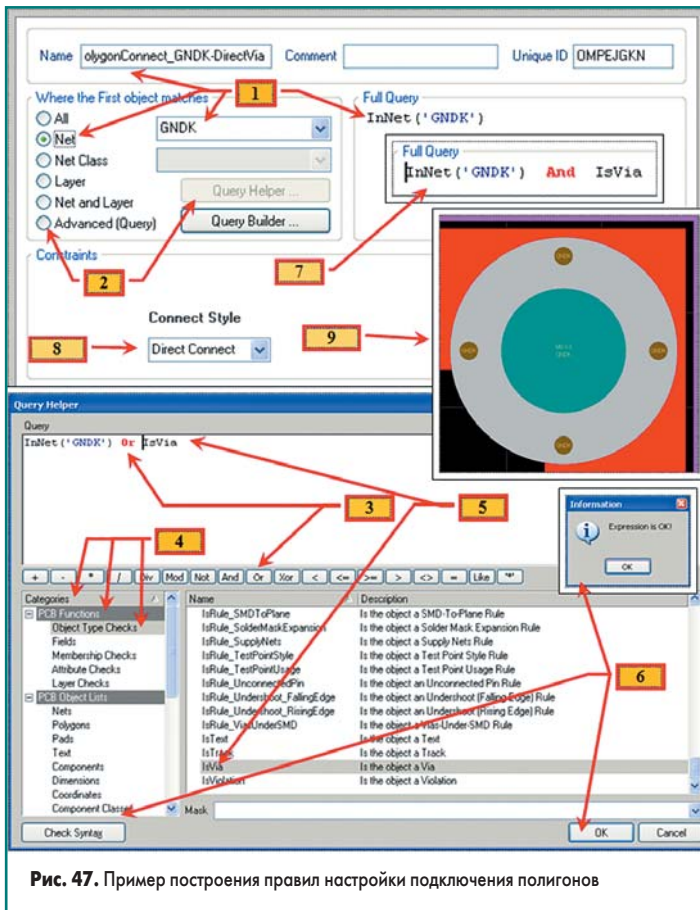

Рис. 47. Пример построения правил настройки подключения полигонов
• **Правило PolygonConnect_GNDK-DirectVia** для подключения полигона корпусной земли к переходным отверстиям (рис. 47).